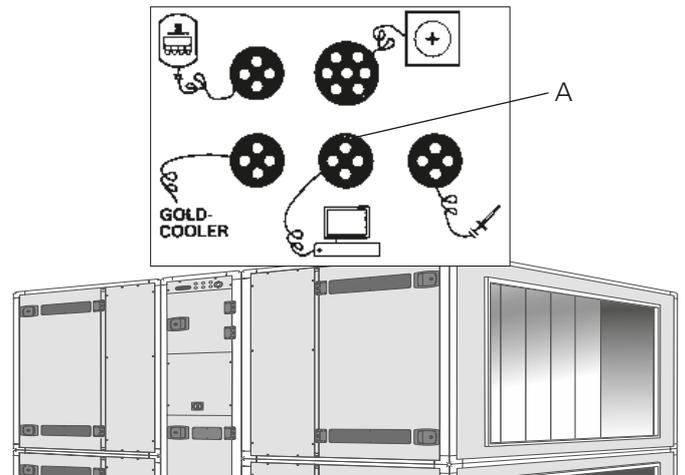

Abb. 8
Spannungszufuhr 24 VAC an die Anschlussklemmen Vin+ (24) und GND (23) anschließen. Die Spannungszufuhr kann von der Steuereinheit des Gerätes aus erfolgen, siehe unten und Abb. 8.
Das Netzwerk von der Kommunikationseinheit GOLDen GATE an die Steuereinheit GOLD anschließen. Das mitgelieferte Kommunikationskabel verwenden. Das Kommunikationskabel hat eine 4-polige runde Schnellkupplung und einen 9-poligen Sub-D-Anschluss. Anschluss herstellen zwischen A in Abb. 8 und Punkt 2 in Abb. 1.